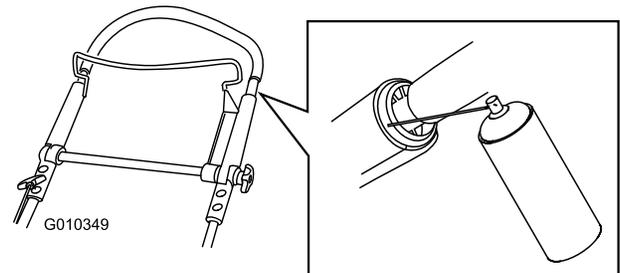

Bild 41
1. Sprühen Sie die äußeren Kunststoffenden des inneren Griffs ein (Bild 41).